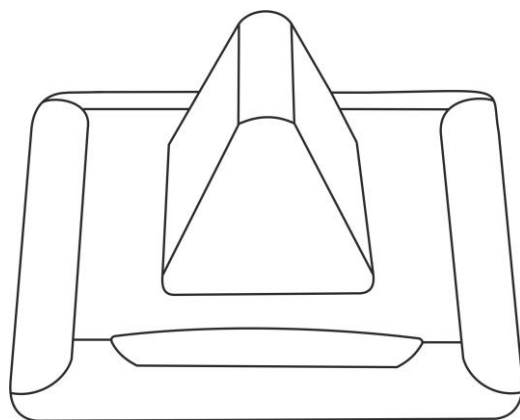

Рисунок 5.14. Сигнальная лампа MP-611W2
1. Сигнальная лампа MP-611W2 (рис.5.14). Сигнальная лампа имеет влагозащитность по группе IP54.